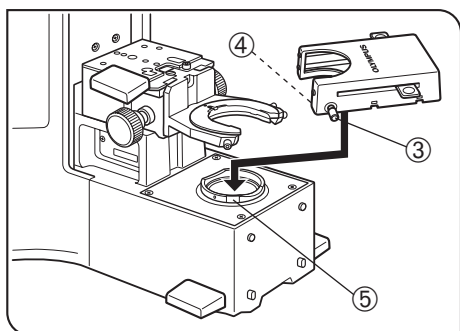
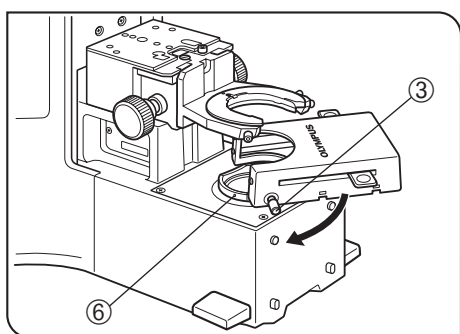

Рис. 20
Рис. 21
1. Полностью отпустите зажимной винт ③ кассеты для фильтров. (Рис. 20)
2. Совместите выступ ④ на нижней поверхности кассеты для фильтров с позиционирующей прорезью ⑤ на держателе фильтра, после чего зафиксируйте кассету для фильтров, нажав сверху.
3. Поверните кассету для фильтров, чтобы совместить ее боковые стороны с основанием. (Рис. 21)
4. Совместите зажимной винт ③ с позиционирующим отверстием ⑥ на держателе фильтра, после чего затяните винт, чтобы закрепить кассету для фильтров.